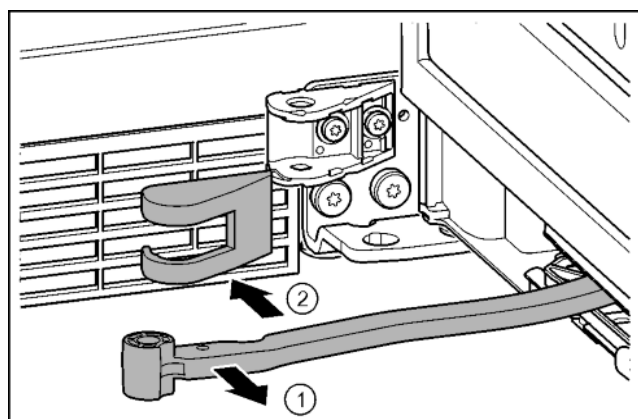

Fig. 18
► Повернуть шарнир в направлении двери. Fig. 18 (1)
► Снять крышку опорного кронштейна. Fig. 18 (2)